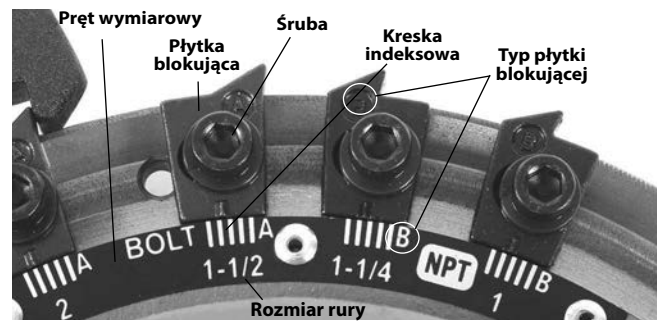

Rysunek 14 – Wkładanie noży
5. Włożyć odpowiednie noże w głowicę gwinciarską, z krawędziami oznaczonymi numerami skierowanymi w górę aż do wyrównania kreski wskaźnikowej z krawędzią głowicy gwinciarskiej (zob. Rysunek 14). Numery na nożach muszą odpowiadać numerom na gniazdach noży w głowicy. Zawsze wymieniać noże w całych zestawach – nie wolno montować razem noży z różnych zestawów.